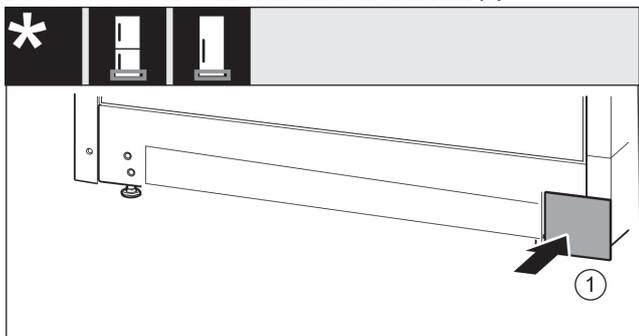

Fig. 37
- Kryt opäť nasadíte na druhú stranu. *Fig. 37 (1)*